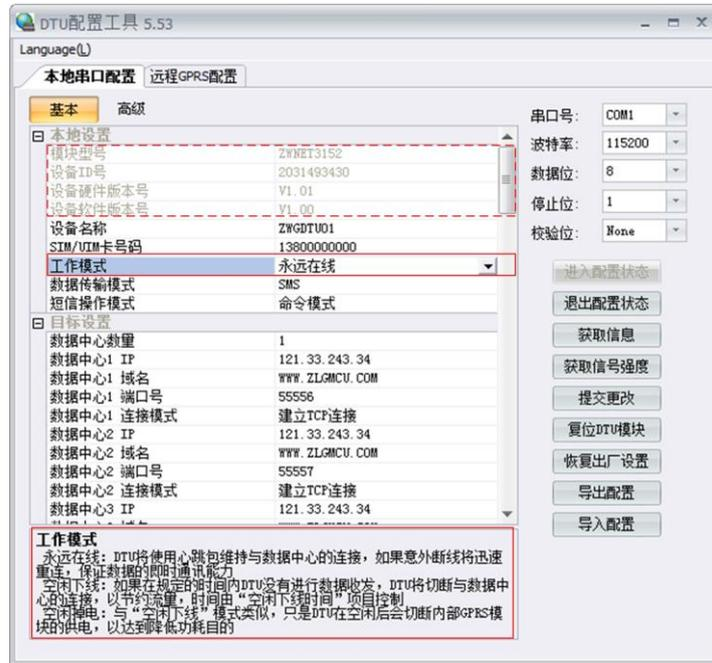

图 4.3 配置界面
- 2) 单击【获取信息】，界面出现设备当前的配置信息，如图 4.3 所示，用户根据实际更改各个配置；